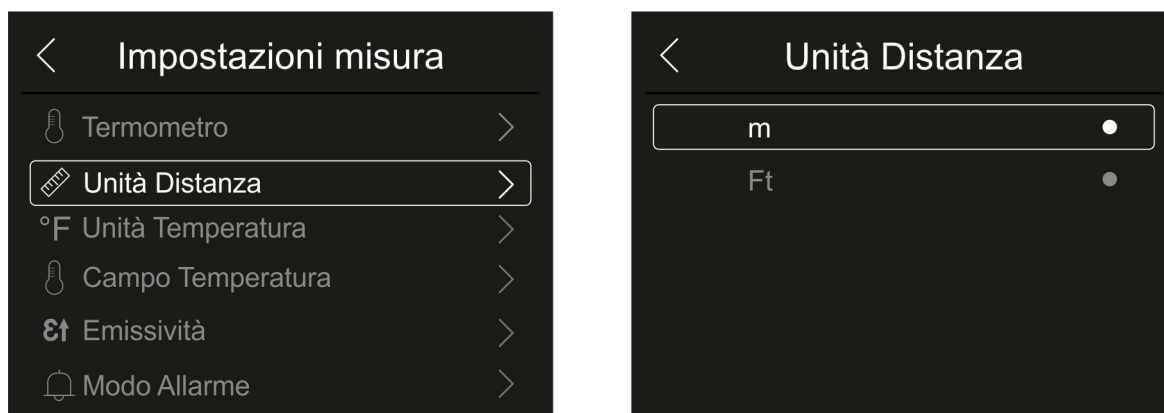

Fig. 25: Menu impostazione unità misura distanza
1. Toccare la voce “Unità Distanza” per eseguire l’impostazione dell’unità di misura della distanza. La Fig. 25 – parte destra è mostrata: